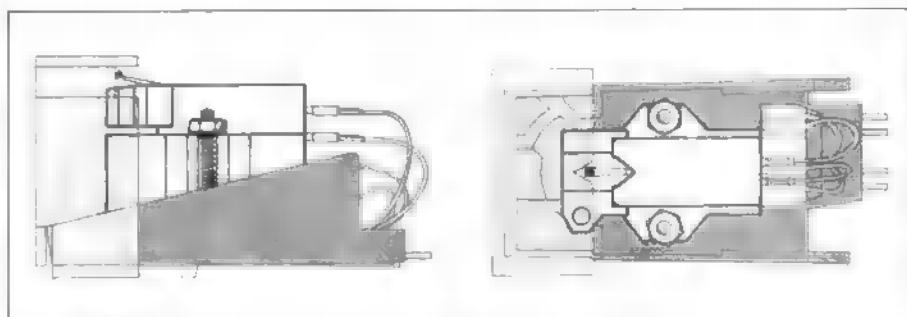

Fig. 15
1. Zur Montage des Tonabnehmersystems lösen Sie den Systemträger (5) vom Tonarm, indem Sie den Tonarmgriff (4) nach hinten drücken. Halten Sie dabei den Systemträger fest, da er nach Öffnen der Verriegelung herunterfällt.
2. Befestigen Sie das Tonabnehmersystem unter Verwendung des dem Tonabnehmersystem beigelegten Zubehörs auf dem Systemträger. Zu beachten ist, daß das Tonabnehmersystem mit der Systemlehre am geometrisch richtigen Ort für die Abtastnadelspitze im Systemträger montiert wird (Fig. 15).
1. To mount the cartridge, detach the cartridge holder (5) from the tonearm by pressing the tonearm lift (4) backward, while holding the cartridge holder with your hand to prevent its falling down when the lock is released.
2. Using the hardware provided, mount the cartridge on the cartridge holder. Use the gauge to make sure that the cartridge is mounted in the geometrically proper place in the cartridge holder (Note location of stylus tip in fig. 15).